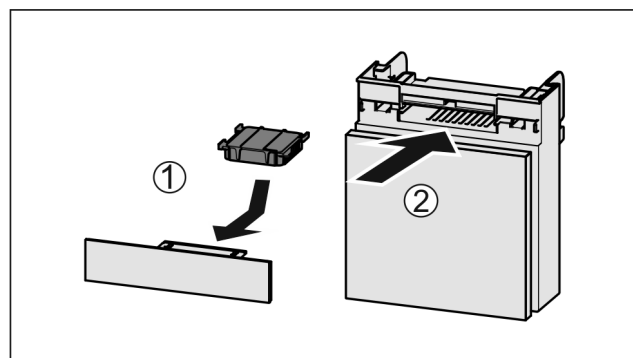

Fig. 137
- Sätt in Fig. 137 (1) aktivtkolfiltret enligt bilden.
- Skjut in Fig. 137 (2) lådan.